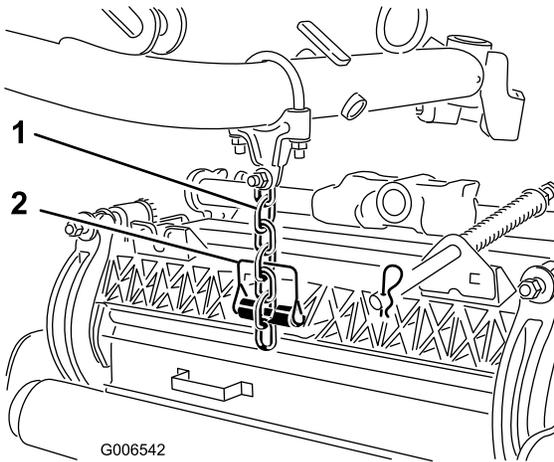

Figura 18
7. Sujete la cadena del brazo de elevación al soporte de la cadena (Figura 18) con el pasador de seguridad, según se indica a continuación: